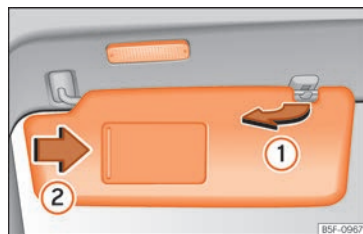

Fig. 155 Aletta parasole
- L'aletta parasole può essere staccata dal supporto e orientata verso la porta »» **fig. 155** .